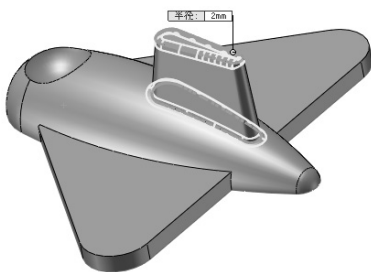

图 9-124 选择圆角边 1
17) 圆角处理。单击“特征”控制面板中的 (圆角) 按钮, 系统弹出“圆角”属性管理器。在属性管理器中输入圆角半径为“2”, 在视图中选择图 9-124~图 9-126 所示的边线。单击属性管理器中的 (确定) 按钮, 重复“圆角”命令, 结果如图 9-127 所示。